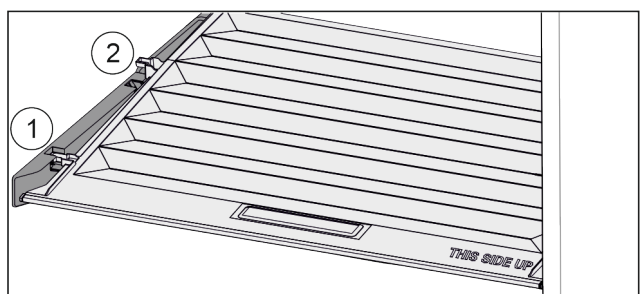

Fig. 124
- ▶ Tirare in avanti il coperchio fino all'apertura nei fermi Fig. 124 (1).
- ▶ Sollevare posteriormente dal basso e togliere verso l'alto Fig. 124 (2).